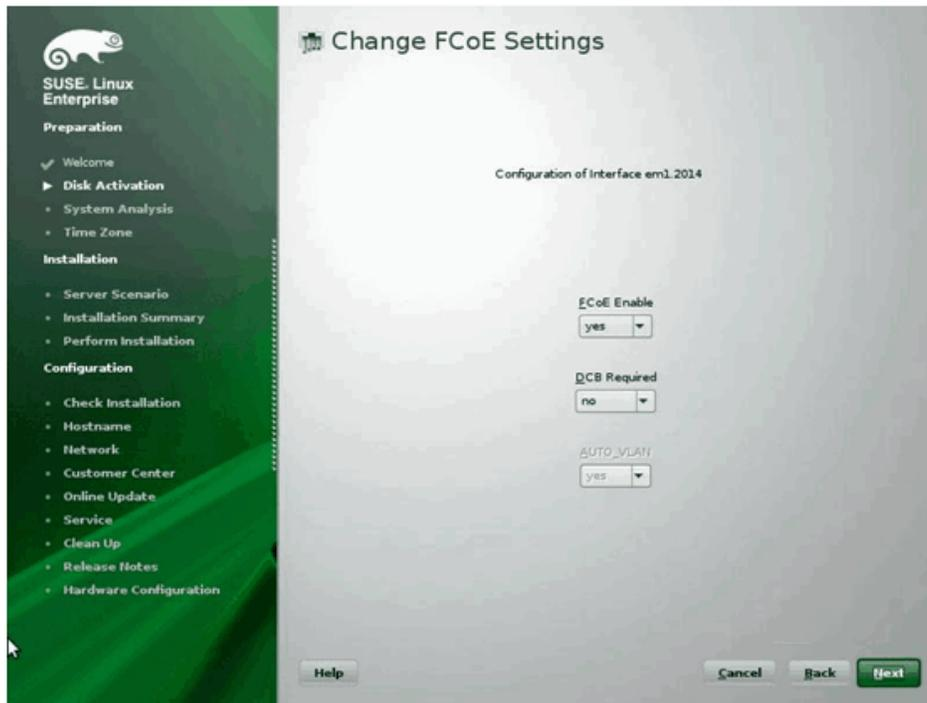

Ilustración 14-19. Cambio de la configuración FCoE
- b. En la ventana Change FCoE Settings (Cambiar configuración FCoE) (Ilustración 14-19), asegúrese de que **FCoE Enable** (Activar FCoE) y **Auto_VLAN** estén establecidos en **yes** (sí).